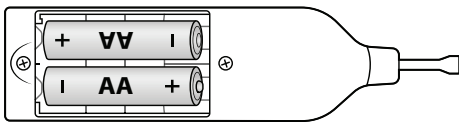

Fig. 1
- ◆ Coloque las pilas de la manera indicada en el compartimento para pilas **4** del fundidor **1** (consulte la fig. 1).